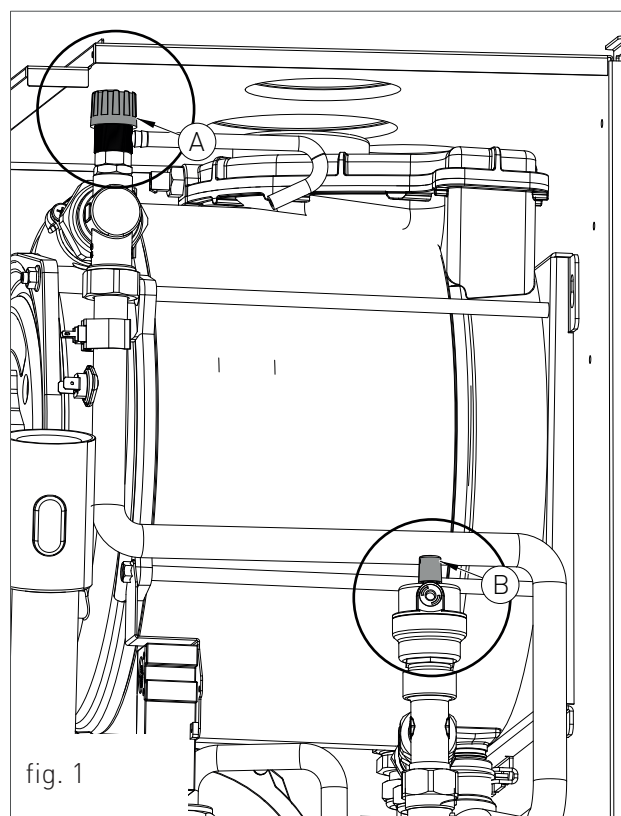

fig. 1
Assicurarsi che tutta l'aria fuoriesca dall'impianto svitando in senso anti-orario la valvolina posta in alto al blocco a condensazione (A - fig.1) e allentando leggermente il tappo della valvola jolly (B - fig. 1).
- › Inserire la sonda dell'analizzatore fumi nell'apposita presa fumi 'PF' (fig. 1), quindi verificare che il valore di CO₂ sia conforme a quanto riportato al capitolo "Dati tecnici", in caso contrario svitare la vite di protezione 'A' (fig. 2) e regolare con una chiave a brugola da 4 sulla vite '2' (fig. 2) del regolatore di Off-Set. Per aumentare il valore di CO₂ è necessario ruotare la vite in senso orario e viceversa se si vuole diminuire.